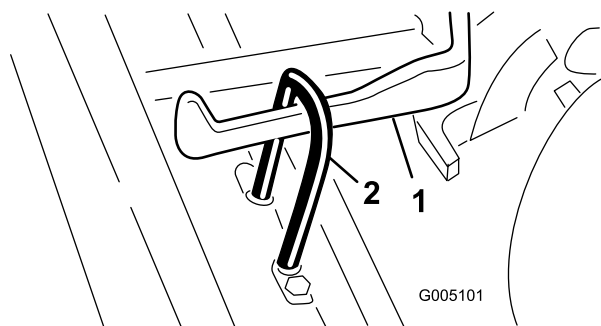

Figura 10
3. Faça deslizar a unidade de corte para debaixo da estrutura de apoio enquanto engata o cilindro de elevação no braço de elevação (Figura 10).